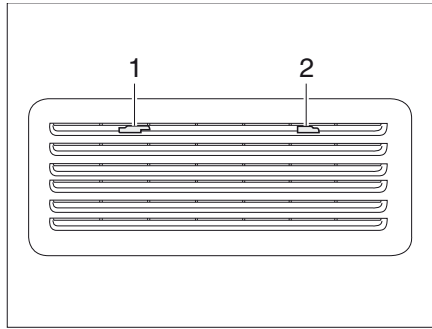

Bild 330 Kylskåpets ventilationsgaller (Thetford)
- Skjut spärren (Bild 330,1) till mitten.